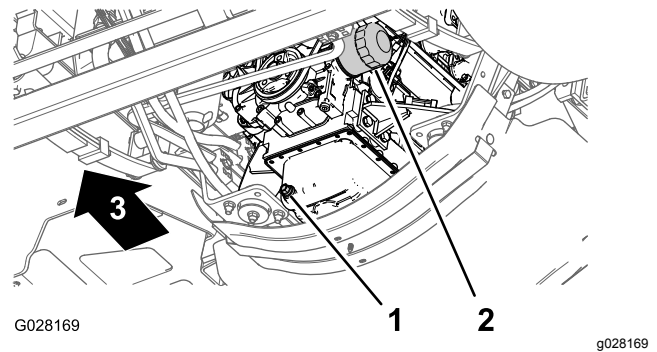

Bild 72
3. Fluchten Sie eine Auffangwanne unter dem Motorölfilter aus (Bild 72).
4. Entfernen Sie den alten Ölfilter (Bild 72).
8. Setzen Sie den Ölfilter in den Filteradapter ein und drehen Sie den Ölfilter nach rechts, bis die Gummidichtung den Filteradapter berührt. Ziehen Sie den Filter dann um eine weitere halbe Umdrehung an (Bild 72).
1. Stellen Sie eine Auffangwanne unter die Ablassschraube (Bild 72).
2. Nehmen Sie die Ablassschraube ab und lassen Sie das Öl vollständig ablaufen (Bild 72).